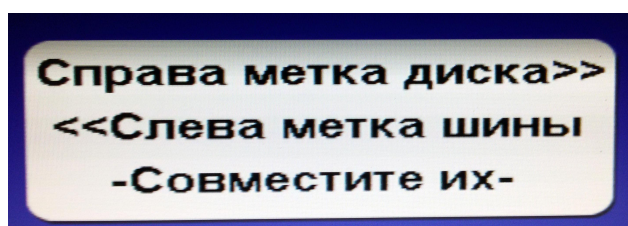

Рис. 17.2.
8.2) отобразится величина статического дисбаланса колеса, а на индикаторах 4 - величина дисбаланса колеса, которую можно получить после завершения программы Opt. Поставьте метки на шине и диске согласно подсказкам, в окне (рис.17.2).